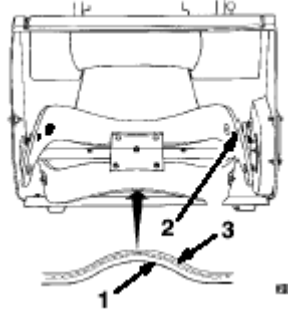

图24
- 3、用2个六角螺栓、2个垫圈、2个螺母，紧固刀片于旋转片上。螺栓头部应位于刀片较厚的一侧。(图24)
- 4、弯曲旋转刀片，用其余螺钉和螺母使其定位，螺钉头应位于刀片较厚一侧。(图24)
- 1、检查新刀片刀刃的厚度。(图24) 一些旋转刀片在刀片较厚处有零件号。
安上新刀片，厚层应位于曲面内侧。(图24) 如刀片安装不正确，刀片会失去平衡，吹雪机会弹起或跳跃。